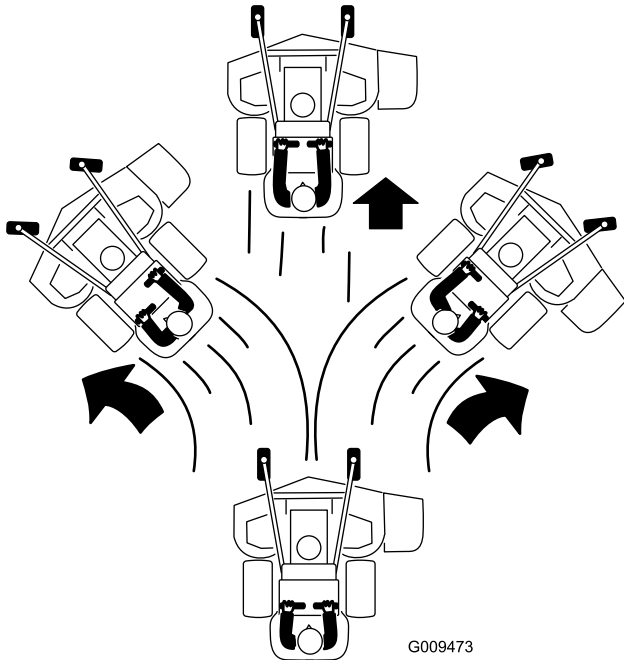

Figura 22
3. Empuje lentamente las palancas de control de movimiento hacia adelante (Figura 22).